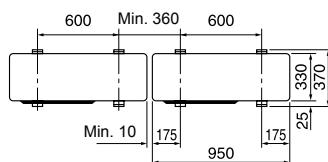

Fig. 3-1
- Ünitein çalışması sırasında gürültü yapmaması için ünitemi mutlaka sağlam ve düz bir yüzeye monte edin. (Fig. 3-1)